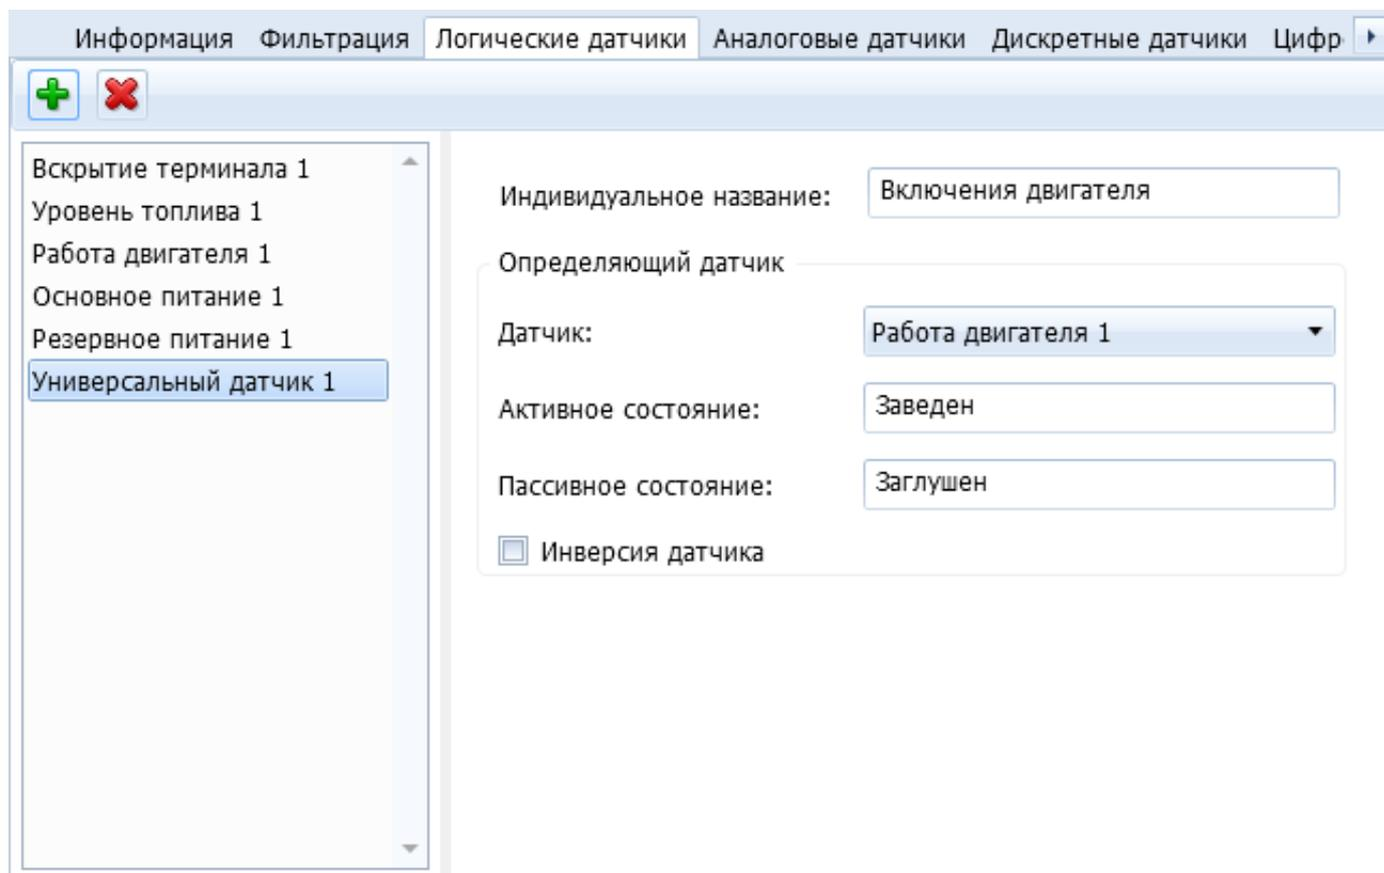

Рисунок 3 – Настройка универсального датчика
- на основе созданного логического датчика работы двигателя создать универсальный датчик, задав ему индивидуальное название и определив названия активного и пассивного состояний (Рисунок 3);